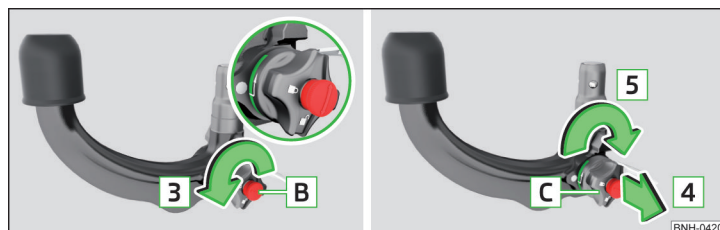

Fig. 218 Reglarea poziției de disponibilitate
- ▶ Rotiți cheia **B** până la capăt în sensul săgeții **3**, astfel încât săgeata de pe cheie să fie orientată spre simbolul ⚠ » fig. 218.